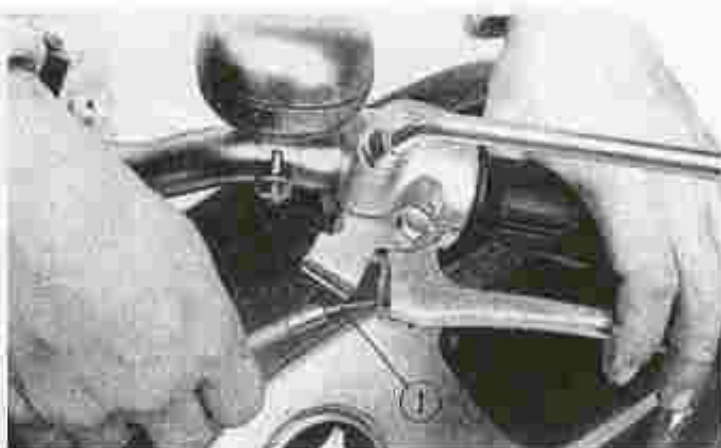

Fig. 83 Demonteren van koppelingkabel
- 2) Maak de koppelingkabel aan het koppelingshandel los, (Fig. 83).